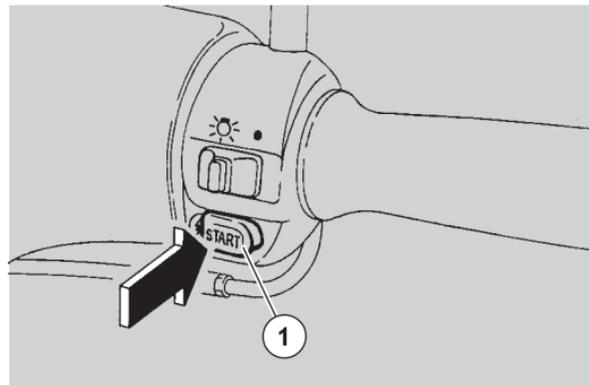

Abb. 24
- ◆ Anlaßschalter durch Drücken betätigen (1-Abb. 24) ohne Gas zu geben. Sobald der Motor anspringt, sofort den Schalter loslassen.